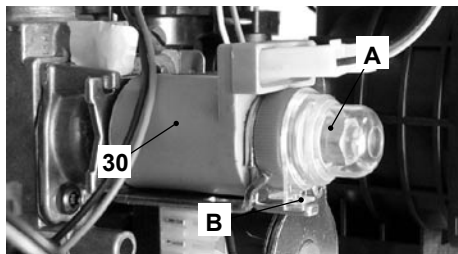

Figura 7.2
- Rimuovere il tappino di protezione "A" dell'operatore modulante 30 in Figura 7.2 ruotandolo in senso orario per liberlo dal fermo "B" e facendo leva con un cacciavite piatto nella scanalatura.
- Rimontare il tappino di protezione "A" Figura 7.2